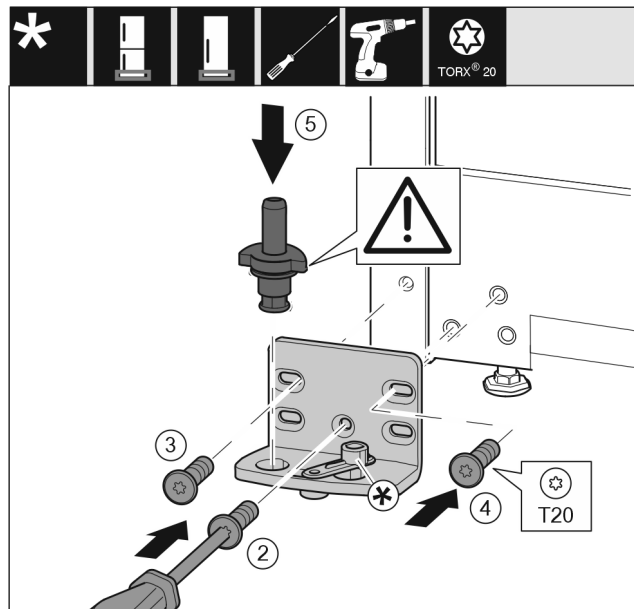

Fig. 18
- ▶ Nasadte ložiskovú konzolu na druhú stranu a priskrutkujte ju pomocou skrutkovača. Začnite skrutkou Fig. 18 (2) dole v strede.
- ▶ Pevne utiahnite skrutku Fig. 18 (3) a skrutku Fig. 18 (4).
- ▶ Úplne nasadte ložiskový čap Fig. 18 (5). Dbajte pritom na to, aby zaistovací doraz ukazoval smerom dozadu.